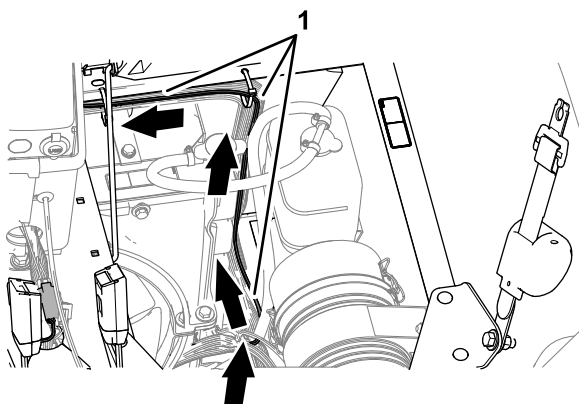

Figura 38
6. En el lado derecho del radiador, enrute el arnés del Bus ISO-CAN hacia arriba, junto al arnés de cables de la máquina, y hacia la consola central (Figura 38).